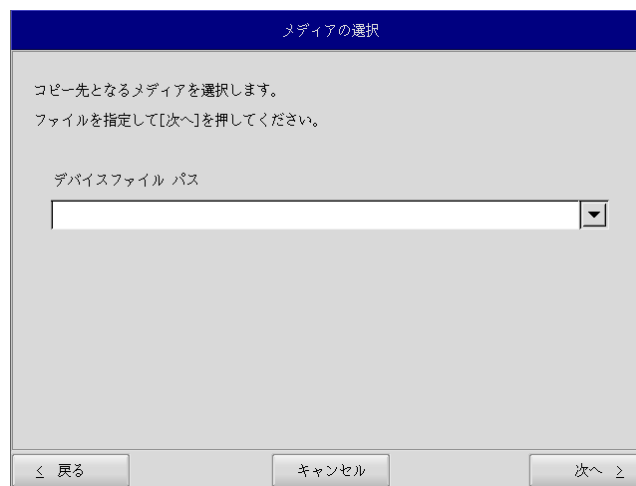

図 5-2-1. メディア選択画面
- ③ メディアの選択画面(図 5-2-1)が表示されます。コピー先となるメディアを選択し、「次へ」ボタンを押します。